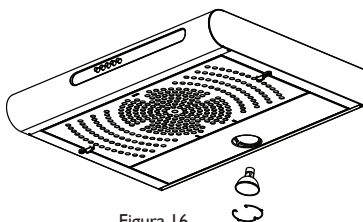

Figura 16
- 8 Finalmente, termine de asegurar la lámpara introduciendo el otro extremo de la sujeción de alambre (Figura 16, numeral 4), y verifique que la instalación quede segura.